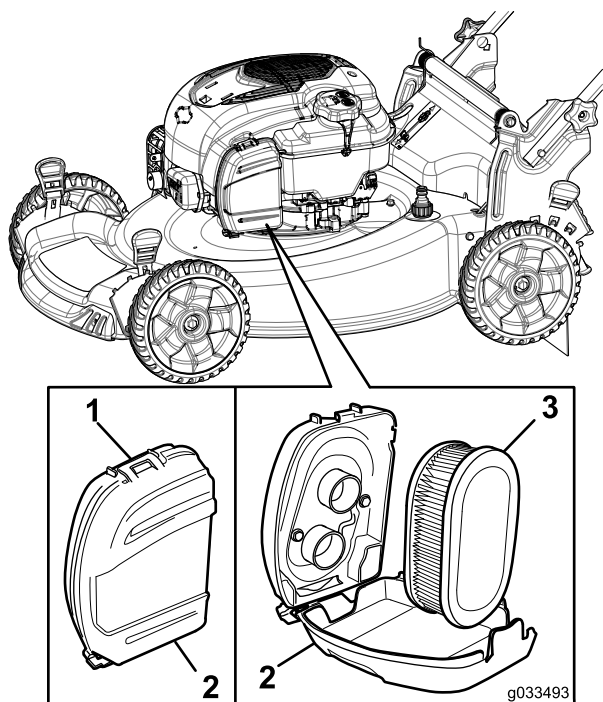

Рисунок 32
- Расфиксируйте защелку в верхней части крышки воздушного фильтра (Рисунок 32).
- Извлеките воздушный фильтр (Рисунок 32).